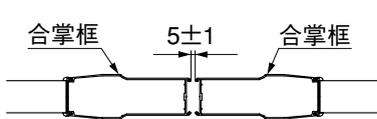

図6-1
- ② 「調整ボルト」をまわして、図6-1、図6-2のようにチリ寸法を $5\pm 1$ mmに調整してください。